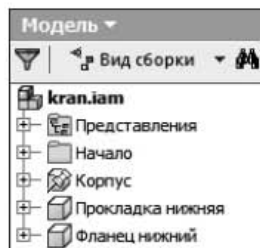

Рис. 9.4. Фрагмент браузера
13. Если вы хотите, чтобы в браузере отображались не имена файлов, а названия компонентов, щелкните правой кнопкой мыши на имени компонента в браузере, выберите Свойства Inventor..., измените название компонента на вкладке Вхождения ► Имя (рис. 9.4).